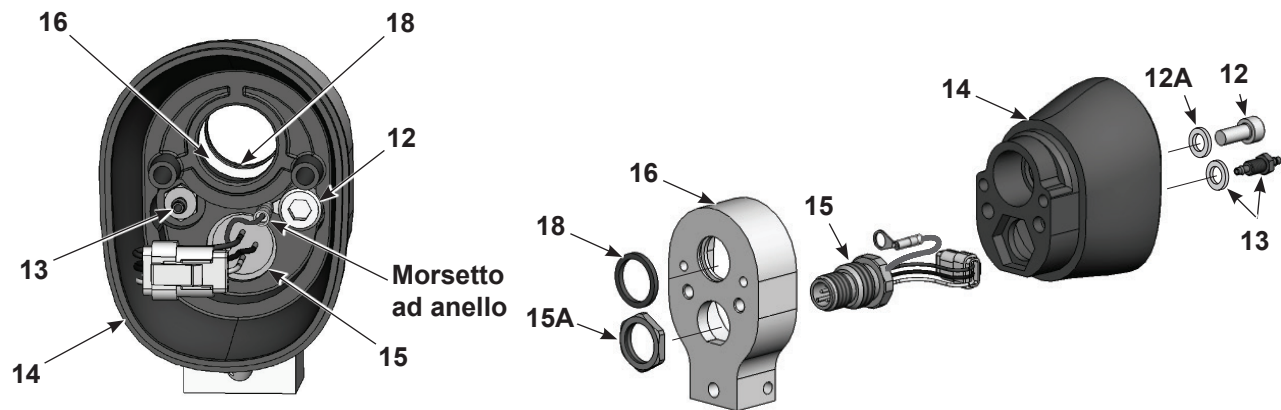

Figura 7-9 Smontaggio della pistola con montaggio su barra 3 di 3
8. Vedi Figura 7-9. Per smontare il gruppo del corpo posteriore rimuovere la vite (12), la rondella di sicurezza (12A), il raccordo scanalato e la rondella di sicurezza (13) dall'interno del corpo posteriore (14). Sono necessari una chiave esagonale da 3 mm e una presa profonda da 0,6 cm (1/4 in.)
9. Rimuovere il dado (15A) dall'alloggiamento (15), tirare via l'adattatore dal corpo della pistola a spruzzo posteriore e far avanzare il cablaggio dell'alloggiamento attraverso il corpo.
10. Controllare il quad ring (18) nell'adattatore (16) e sostituirlo se è danneggiato.
**NOTA:** Quando si rimonta, fissare il morsetto ad anello di terra al corpo della pistola a spruzzo posteriore con la vite (12) e serrare la vite a 2,5 N•m (22 inch-lb).